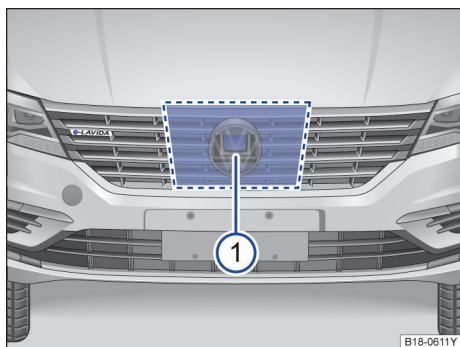

图 94 雷达传感器
前部辅助系统的雷达传感器位于 VW 标志后方的散热器格栅内 → 图 94 ①，可识别前方最远约 100m 内的车辆。
雷达传感器前方和四周的区域 → 图 94 不得被贴签、附加大灯、牌照装饰框或其他类似物体遮盖，因为这样做可能会影响前部辅助系统的功能。